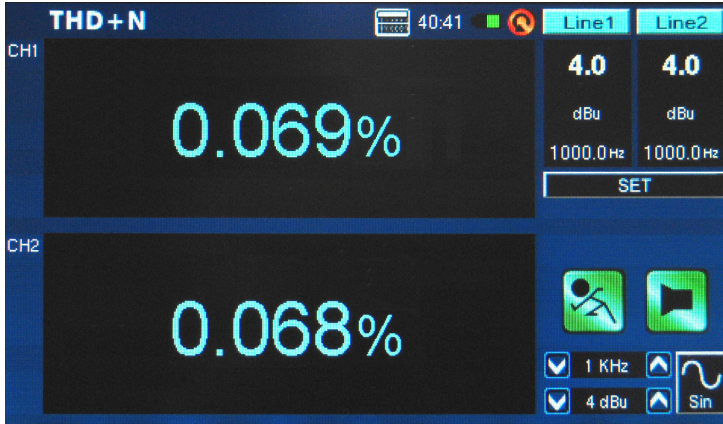

图 45
6. 在显示屏的右侧您可发现，无论您传输什么样的频率(例如，1000.0Hz)，PAA6一直在接收4dBu的信号。倘若此处列出的值正是您的信号发生器输出的，屏幕上所显示的THD+N测量结果就是精确的(图45)。